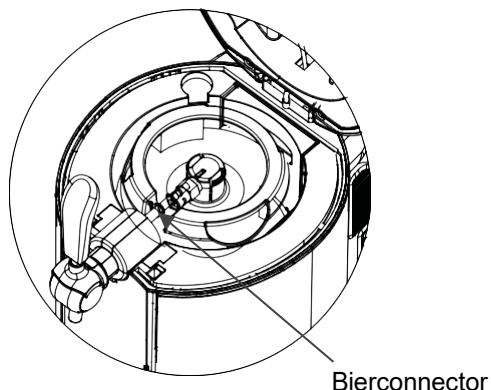

Figuur 8
2. Installeer de nieuwe adapter op de thuishap en controleer of de slang goed is aangesloten. (Figuur 8 en 9)